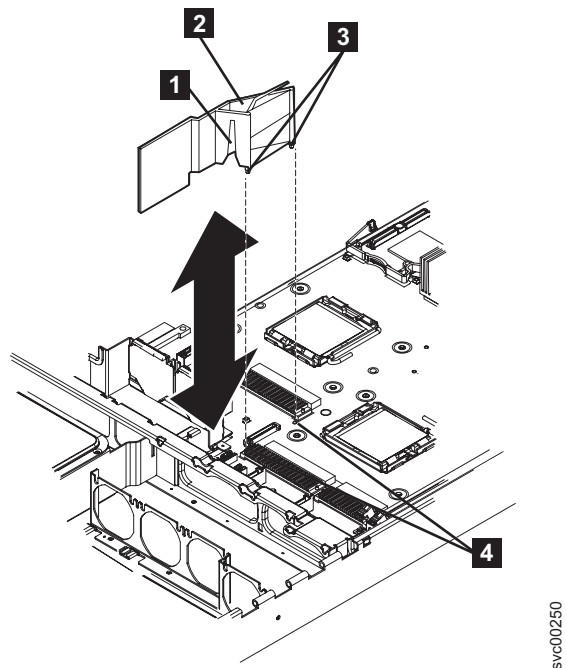

図 210. SAN ボリューム・コントローラー 2145-8G4 エア・バッフル
6. エア・バッフル (257 ページの図 210 の **2**) を取り外します。